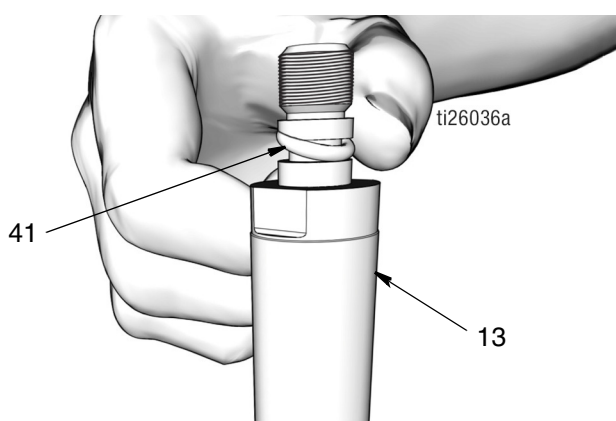

FIG. 47
- Utilizzare un panno pulito per pulire l'asta del pistone (13) e il pistone (6) e rimuovere sporco o contaminanti. Ispezionare le superfici per verificare l'eventuale presenza di graffi e/o danni. Sostituire le parti danneggiate.
- Applicare un sottile strato di grasso all'O-ring (41). Montare l'O-ring sulle scanalature dell'asta del pistone (13) (FIG. 47).